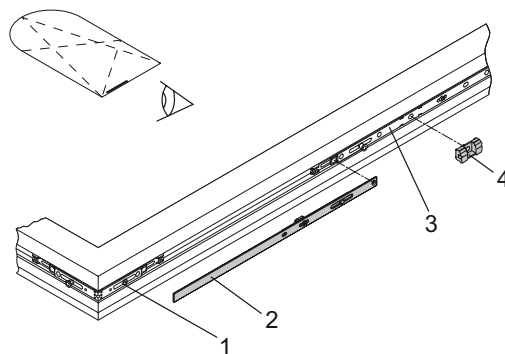

Рис. 11: Соединитель КЕ (горизонтально)
22. Монтаж соединителя КЕ на нижней стороне створки (Рис. 11):
- Подвести соединитель (2) к угловой передаче (1) и вставить в фурнитурный паз.
- Отметить на соединителе (2) место стыка со средним прижимом (3).
- Соединитель (2) подвести в угловой передаче (1).
- Аналогично соединить зубчатые соединения соединителя и блокады (3).